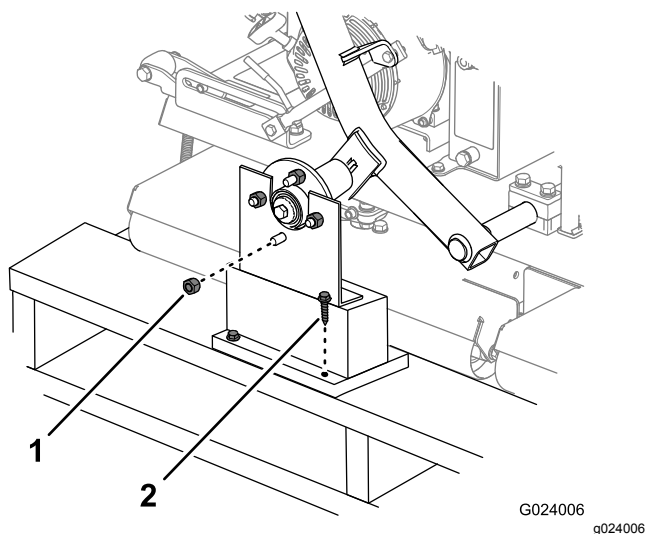

Figure 3
1. Retirez les écrous de roue qui fixent les moyeux aux supports d'expédition (Figure 3). Retirez également les écrous vissés sur le goujon de chaque moyeu de roue.